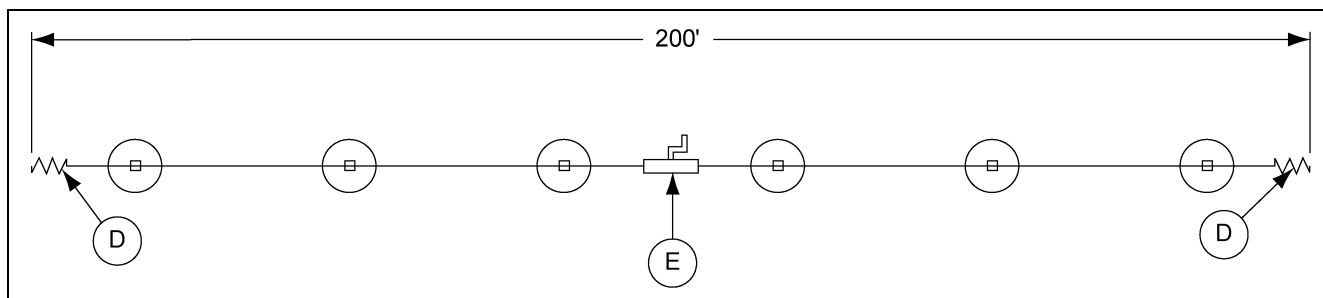

Рисунок 5X
4. Ворота (E) можно использовать для кормораздаточных линий длиной не более 200'. Если длина линии более 200', необходимо использовать дополнительные ворота. Отцентрируйте ворота на кормораздаточной линии, как показано на Рисунок 5X.